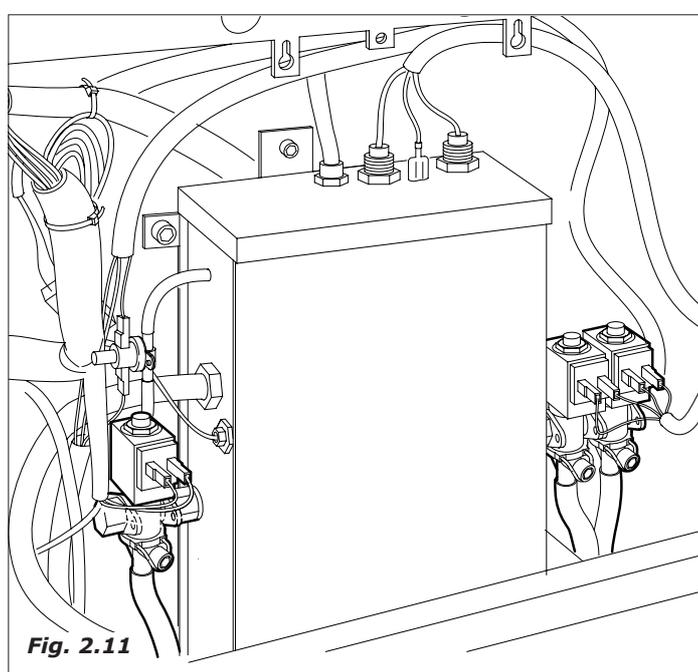
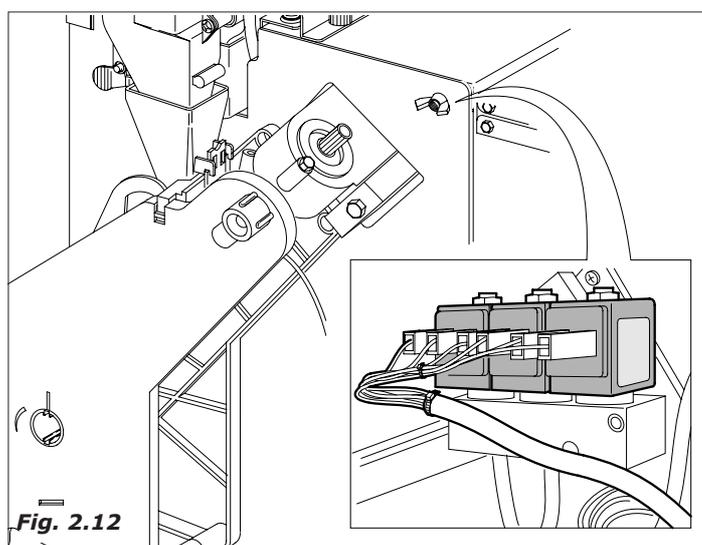

Fig. 2.11
Fig. 2.12
- La electroválvula fijada sobre la caldera solubles (Fig.2.11) o sobre la caldera café (Fig.2.12). se activa para cargar en la batidora la cantidad de agua programada, según los modelos: Monocaldera, Doble Caldera o sólo Instant.